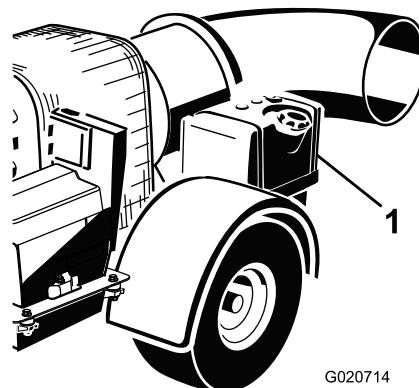

Bild 9
2. Reinigen Sie den Bereich um den Tankdeckel herum und nehmen den Deckel ab (Bild 9).